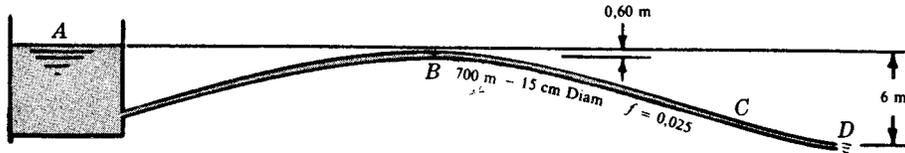

Fig. 7-6
44. En la Fig. 7-6 el punto *B* dista 180 m del recipiente. Si circulan 15 l/seg de agua, calcular (a) la pérdida de carga debida a la obstrucción parcial *C* y (b) la presión absoluta en *B*.